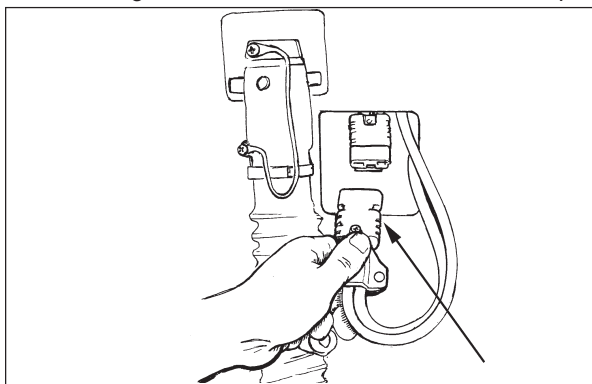

Figura 9
6. Junte el empalmador del grupo de baterías con el empalmador del cuadro de mando. Véase figura 9.